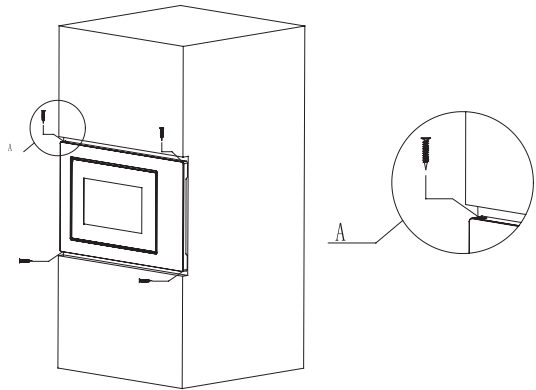

Fig.4
d) Utilice los tornillos del embalaje de piezas para fijar el horno microondas en el armario. (Fig.4)